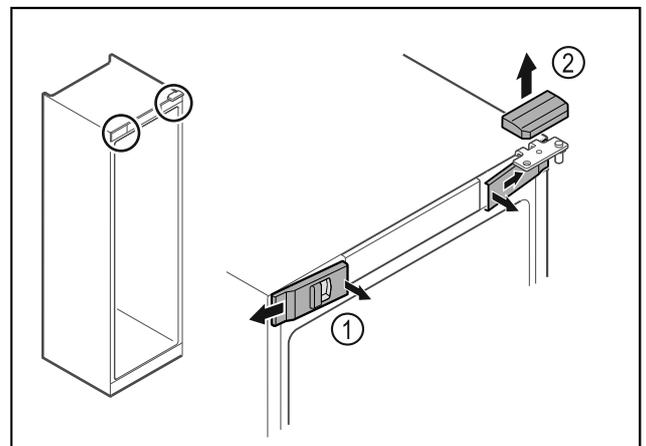

Fig. 12
- ▶ Desensamblar las cubiertas delanteras Fig. 12 (1) del interior y dejarlas a un lado.
- ▶ Retirar hacia arriba la cubierta superior Fig. 12 (2).